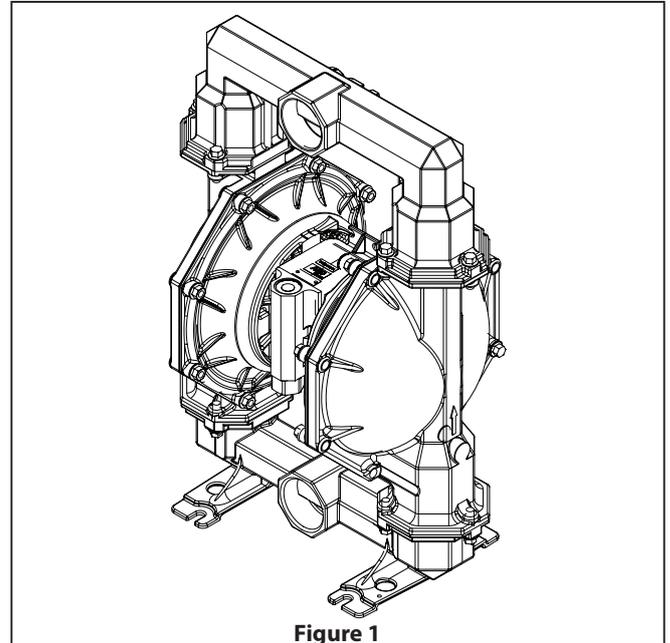

Figure 1
2. Kugeln (22), "O" Ringe (19) und Kugelsitzen (21) entfernen.
3. Materialabdeckungen (15) entfernen.
- WICHTIG:** Nur bei PTFE membranmodellen wird eine Hauptmembrane (7) und eine Sicherheitsmembrane (8) verwendet. Siehe auch Zusatzansicht in abbildung 1.
4. Membranscheibe (6), Membranen (7) oder (7 / 8), Sicherheitsscheibe (5) und Kissen (196) entfernen.
**WICHTIG:** Die Oberfläche des Membranstange (1) darf nicht verkratzt oder beschädigt werden.